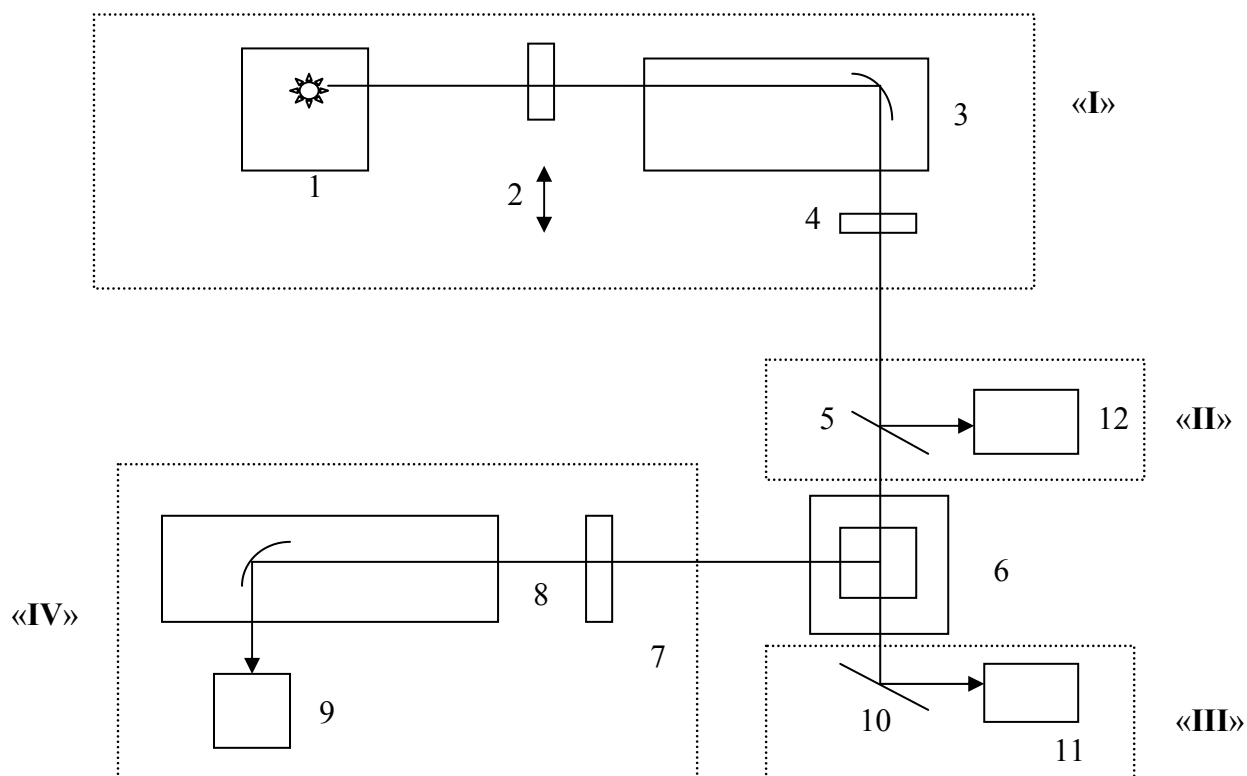

Рис.1.2 Оптическая схема спектрофлуориметрического анализатора «ФЛЮОРАТ-02-ПАНОРАМА».
1.1.4.2.9 Оптическая схема прибора (рис.1.2) обеспечивает прохождение световых потоков от источника света через монохроматоры к кювете с анализируемой пробой и далее на соответствующие фотоприёмники.
Источник света анализатора (поз. 1 на рис. 1.2) - ксеноновая лампа высокого давления, работает в режиме коротких (≈ 1 мкс) импульсов, с частотой повторения 25 Гц. Спектр испускания ксеноновой лампы - от жесткого ультрафиолетового (190 нм) до ближнего инфракрасного (2.5 мкм) излучения. Большинство актуальных загрязнителей имеют узкополосную (до 20 - 40 нм) структуру спектров поглощения в диапазоне от 200 до 600 нм. Этот спектральный диапазон и выбран в качестве рабочего для анализатора «Флюорат-02-Панорама».